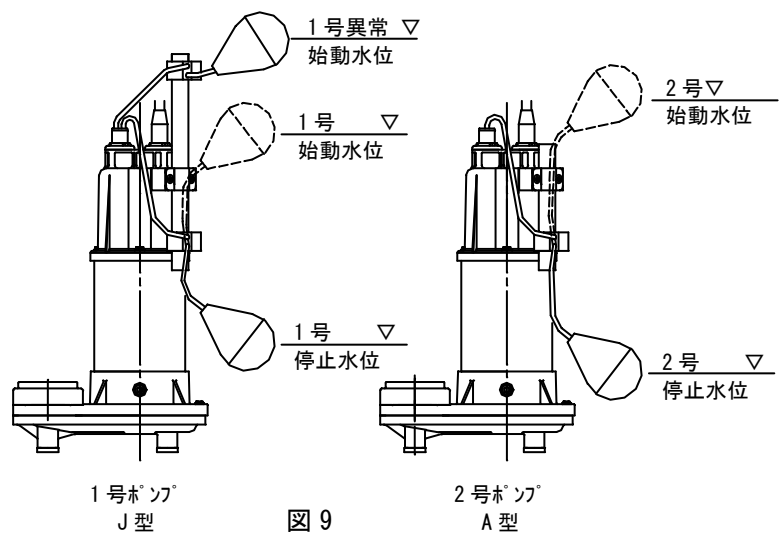

図 9
- (1) 吐出し側の仕切弁を全閉にし、スイッチを1~2回入れたり切ったりして始動に異常のないことをご確認ください。なお、この時、フロート(黄色)が上向になっていないと始動しませんのでご注意ください。
- (2) 仕切弁を徐々にあけ、圧力、吐出し量ならびに電流値など([8]故障の原因と対策の項参照)に異常がないか確認してください。なお、仕切弁のない場合に電流値が定格値を超えている時にはご計画の再検討が必要です。
- (3) 1号ポンプ(DWXJ型)と2号ポンプ(DWXA型)が自動交互運転を行うか次の点をご確認ください。(図9参照)